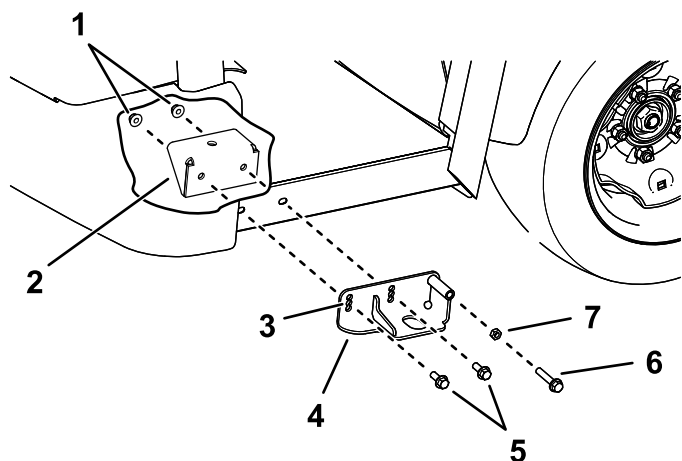

Figure 26
- Fixez les supports gauche et droit aux pattes de montage avant de la cabine à l'aide de 2 boulons à tête hexagonale et embase ($\frac{3}{8}$ " x 1") et de 2 écrous à embase ($\frac{3}{8}$ ") de chaque côté (Figure 26).
- Insérez le boulon de réglage ($\frac{3}{8}$ " x 2") et l'écrou hexagonal ($\frac{3}{8}$ ") dans les supports gauche et droit de chaque côté de la machine (Figure 26).
Utilisez le boulon de réglage (Figure 26) pour centrer la cabine.